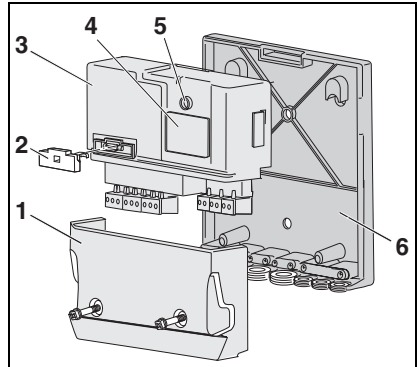

Abb. 1 Übersicht EM10
LED-meldingen op de EM10 module (fig. 1, pos. 5)